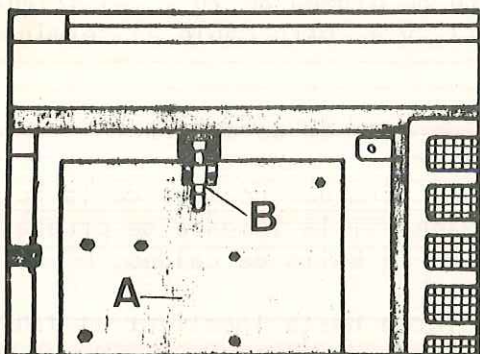

Fig. P3-22 Tablero auxiliar
- 1.2. Abatir hacia el exterior el tablero auxiliar, A (Fig. P3-22) presionando sobre el cierre, B.